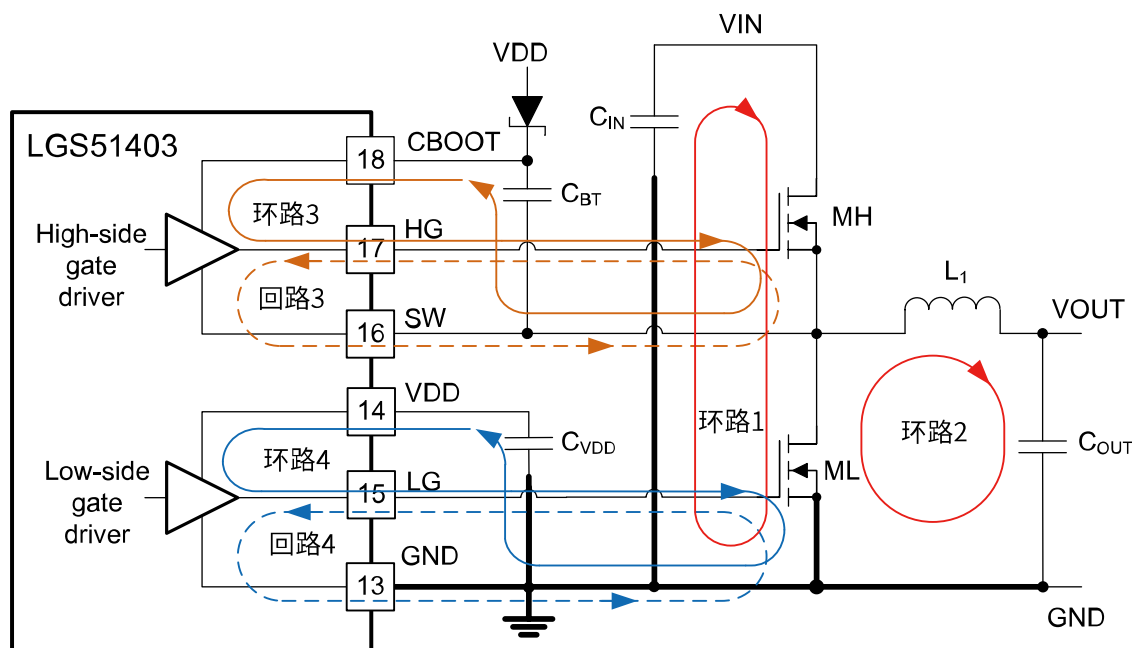

图 8 功率回路
- 环路 3 是高侧 MOSFET 的驱动电路, 高侧 MOSFET 开启时, 大电流从 BST 引脚的自举电容 (图 8 中的 CBT) 流经高侧 MOSFET 的栅极驱动, 经由 SW 节点返回电容 CBT 的负极; 相反的, 回路 3 (图 8 中与环路 3 同色虚线回路) 高侧 MOSFET 关闭时, 大电流从高侧 MOSFET 的栅极流经 SW 返回高侧 MOSFET 的源极。环路 4 是低侧 MOSFET 驱动回路。低侧 MOSFET 开启时, 大电流从 VDD 引脚对地的电容 (图 8 中的 CVDD) 流经低侧 MOSFET 的栅极驱动, 经由 GND 返回电容 CVDD 的负极; 相反的, 回路 4 (图 8 中与环路 4 同色虚线回路) 低侧 MOSFET 关闭时, 大电流从低侧 MOSFET 的栅极流经 GND 返回低侧 MOSFET 的源极。